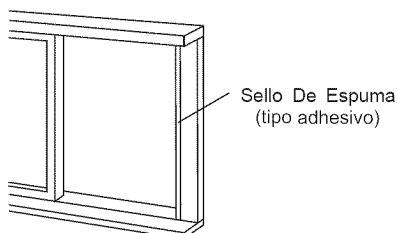

Fig.14
1. Corte el sello de espuma (tipo adhesivo) a una longitud adecada y péguelo en la banca de la ventana. Ver la Fig. 14